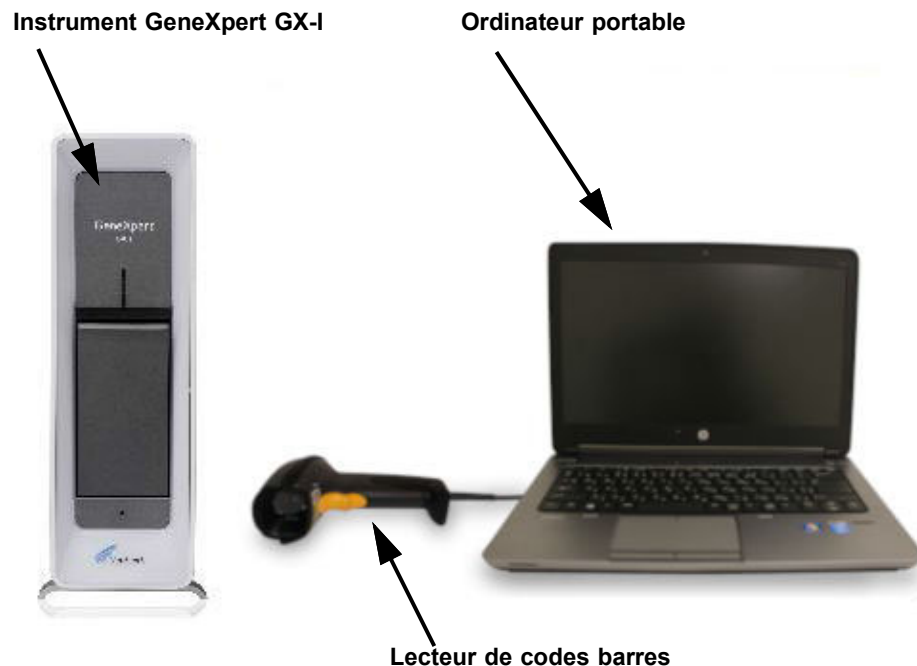
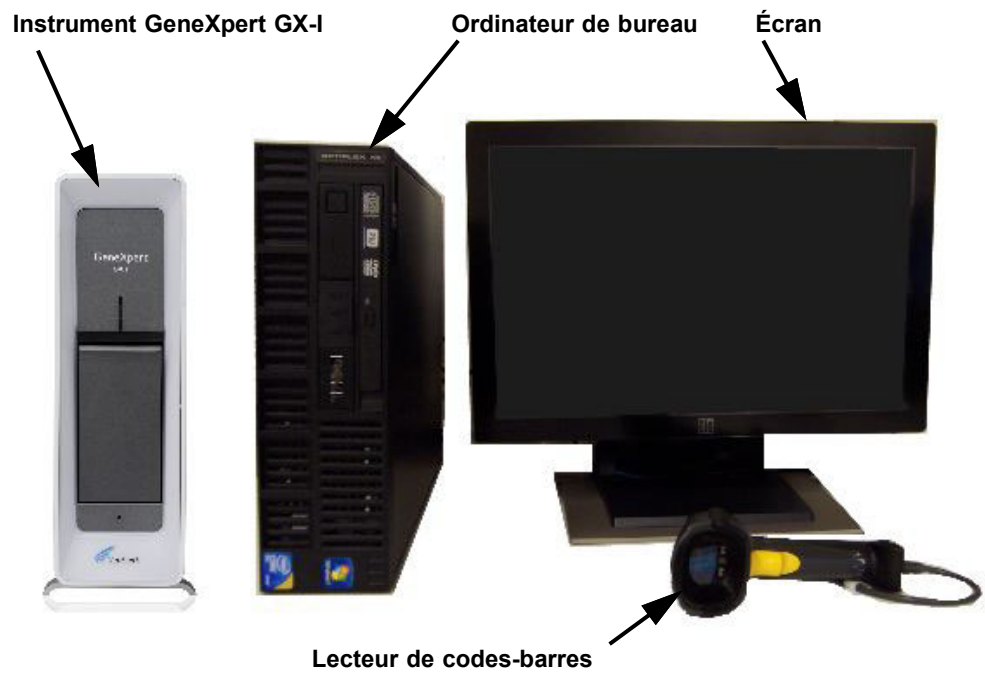

Figure 1-2. Composants matériels du GeneXpert GX-I (présentés avec l'ordinateur portable)
Figure 1-3. Composants matériels du GeneXpert GX-I (présentés avec l'ordinateur de bureau)
- L'instrument GeneXpert désigne uniquement les composants utilisés pour traiter les échantillons. Voir la Figure 1-2, la Figure 1-3, la Figure 1-4, la Figure 1-5, la Figure 1-6, la Figure 1-7, la Figure 1-8 et la Figure 1-9 pour des exemples d'instruments GeneXpert.